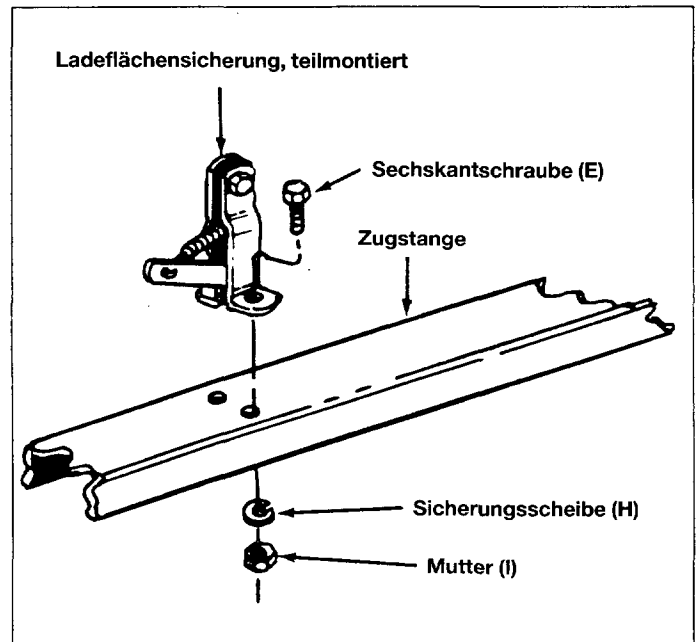

Bild 13
18. Die Ladeflächenbefestigung (BB) auf der Zugstange anbringen. 6×16 mm Sechskantschrauben (E), Sicherungsscheiben (H) und Muttern (I) benutzen. Siehe Bild 13.